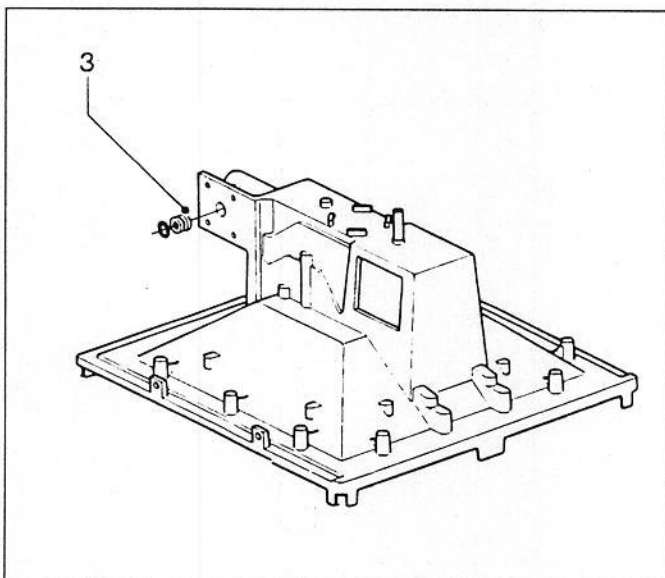
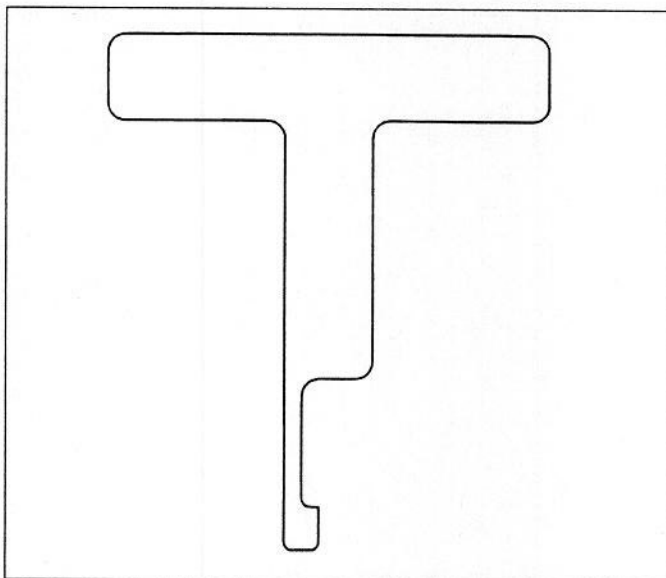

Abb. 6.4
Abb. 6.5
- Die Messing-Gasdüse ist nun sichtbar (Abb. 6.4, Nr. 3). Ziehen Sie mit dem im Lieferumfang enthaltenen Schlüssel (Abb. 6.5) die Flüssiggasdüse heraus. Ziehen Sie kräftig.